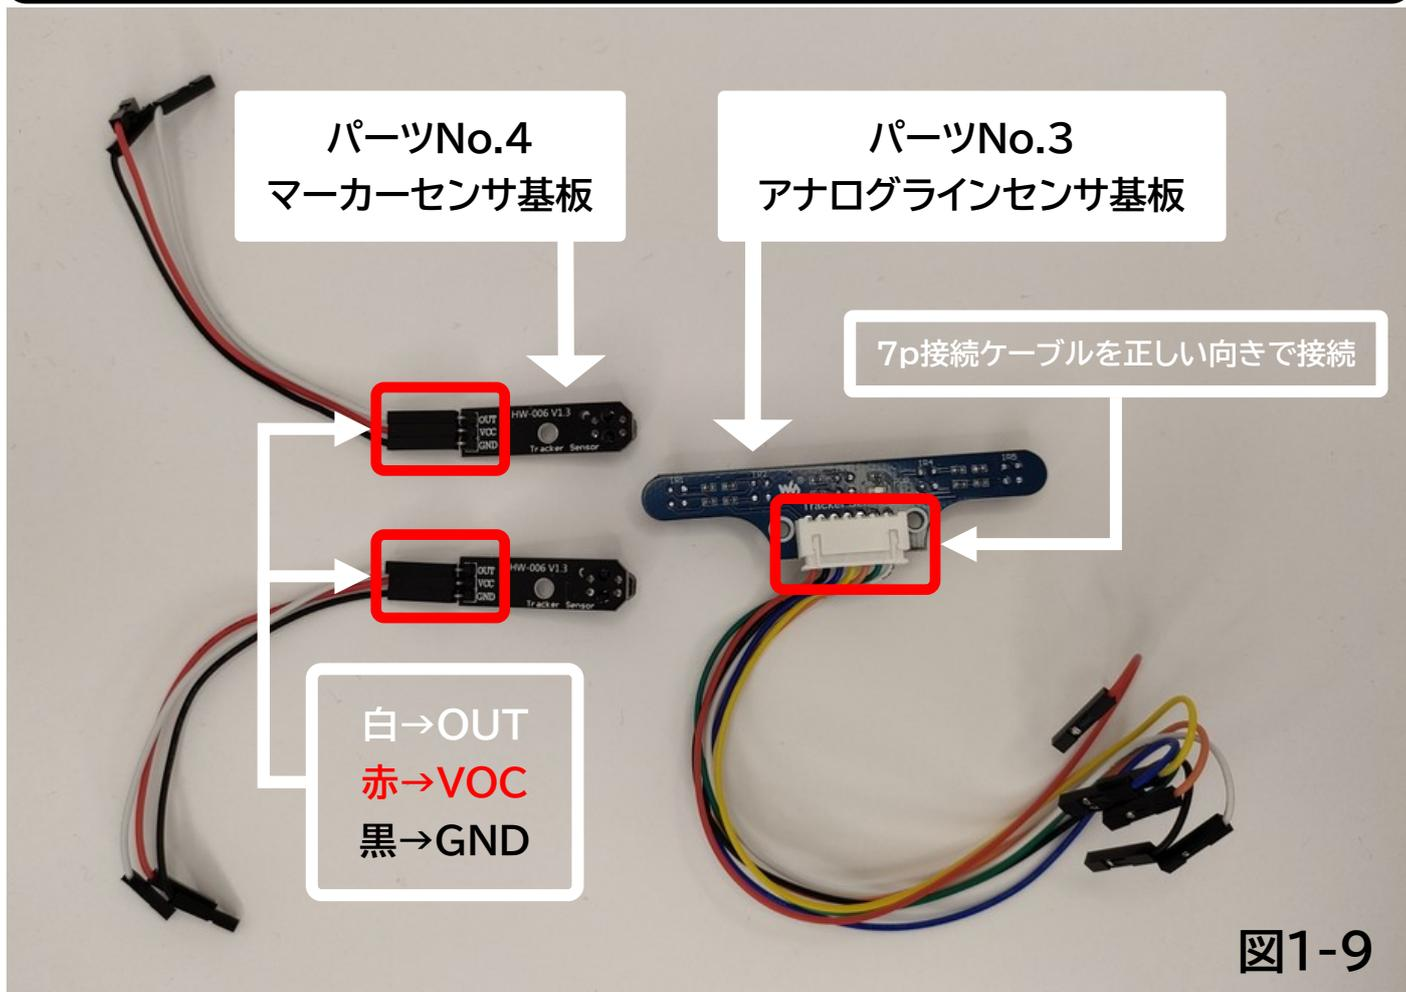

図1-9
1. パーツNo.3「アナログラインセンサ基板」とパーツNo.4「マーカセンサ基板」を図1-9のように置き、アナログラインセンサ基板には付属の「7p接続ケーブル」を正しい向きで接続し、マーカセンサ基板にはパーツNo.8～No.10「ジャンプワイヤー赤黒白」を図1-9の通りに接続します。